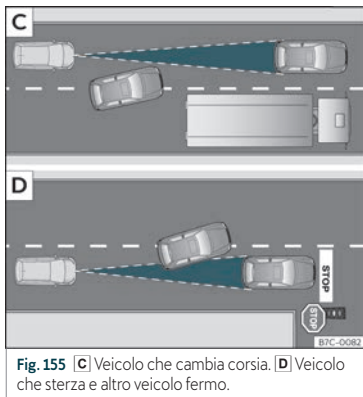

Fig. 155 [C] Veicolo che cambia corsia. [D] Veicolo che sterza e altro veicolo fermo.
- Veicoli che cambiano corsia sulla quale state circolando a breve distanza dal vostro veicolo » » **fig. 155** [C].
l'ACC potrebbe non reagire a veicoli fermi. Se, ad esempio, un veicolo rilevato dall'ACC effettua una svolta o si sposta e di fronte ad esso si trova un veicolo fermo, l'ACC non reagirà a tale veicolo » » **fig. 155** [D].